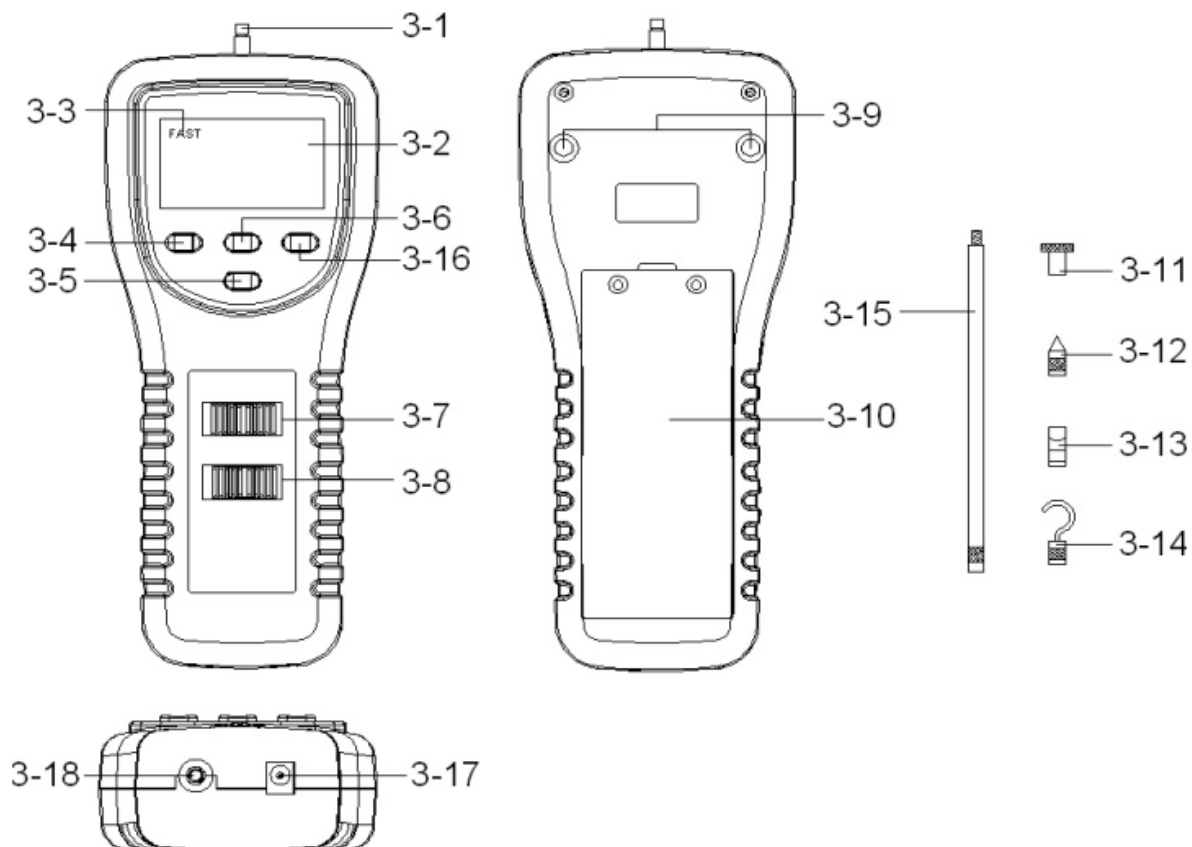

Рисунок 1
1. Пересуньте перемикач «Вимкнення/увімкнення живлення/ Peak Hold (утримання пікового значення)» (3-8, рисунок 1) у положення «Увімкнено». (0 = Вимкнено, 1 = Увімкнено).
2. Визначте одиницю вимірювання кг, унції або Ньютон, вибравши «Перемикач одиниць вимірювання : г / oz (унції) / N (Ньютони)» (3-7, рисунок 1).
3. Підключіть «Датчик» (3-1, рисунок 1) до відповідної «Насадки» (3-11 - 3-14, рисунок 1), і «Вимірювальний об'єкт» має бути на прямій лінії. Не докладайте жодних зусиль у режимі очікування.
4. Виконайте «Налаштування нуля», натиснувши кнопку «Zero (Нуль)» (3-6, рисунок 1) перед кожним вимірюванням.
- Під час вимірювання, якщо ви бажаєте змінити напрямок відображення результатів вимірювання, просто натисніть кнопку «Зворотного відображення РК-дисплея» (3-5, рисунок 1) один раз.
- Існує два типи часу вибірки на дисплеї: FAST (ШВИДКО) та SLOW (ПОВІЛЬНО). Натисніть кнопку «FAST/SLOW (ШВИДКО/ПОВІЛЬНО)» один раз (3-4, рисунок 1). Якщо у верхньому лівому куті РК-дисплея відображається «FAST» (індикатор швидкого відображення, 3-3, рисунок 1), тоді показник на дисплеї відображається в режимі швидкого часу вибірки.
- Якщо у верхньому лівому куті РК-дисплея не відображається індикатор «FAST» (3-3, рисунок 1), то показник на дисплеї відображається в режимі повільного часу вибірки.
Вимірювач може вимірювати пікове значення сили як під час натягу, так і під час стиснення. Процедури вимірювання Peak Hold (утримання пікового значення) такі ж, як і в розділі «4-2 Звичайне вимірювання (Normal)», але слід пересунути перемикач «Вимкнення/увімкнення живлення/ Peak Hold (утримання пікового значення)» (3-8, рисунок 1) у положення «PEAK H». Пересунення перемикача «Вимкнення/увімкнення живлення/ Peak Hold (утримання пікового значення)» (3-8, рисунок 1) у положення «Увімкнено» скасує функцію утримання пікового значення.
Під час вимірювання натисніть і утримуйте (> 2 секунд) кнопку «» (3-16, рисунок 1), доки підсвічування РК-дисплея не увімкнеться, потім воно вимкнеться через деякий час.
2. Зніміть «Кришку батарейного відсіку» (3-10, рисунок 1) з приладу та вийміть батарейки.
Прилад має вихід RS232 для ПК через 3,5-мм роз'єм (3-18, рисунок 1).
Монтажні отвори (3-9, рисунок 1) розташовані на задній панелі вимірювача для легкого монтажу на стенд.